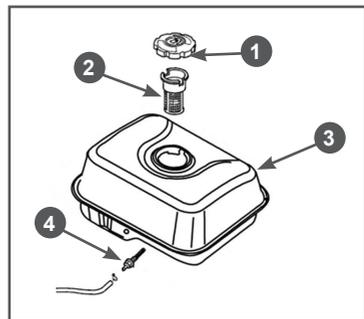

Рис. 16 Топливные фильтры
В топливном баке установлены два сетчатых топливных фильтра. Один фильтр устанавливается в заливной горловине топливного бака. Второй конструктивно объединен со штуцером топливного бака и установлен внутри бака (Рис. 16).
Через каждые 300 часов работы необходимо производить очистку топливного бака от грязи и конденсата. Одновременно с очисткой топливного бака необходимо проверять и очищать фильтр 4, установленный внутри бака (Рис. 16). Поврежденный или сильно загрязненный фильтр необходимо заменить.
3. Выкрутите из топливного бака выходной штуцер 4 и произведите его очистку (Рис. 16). Внимательно осмотрите сетчатый фильтр. При обнаружении механических повреждений замените штуцер топливного бака.